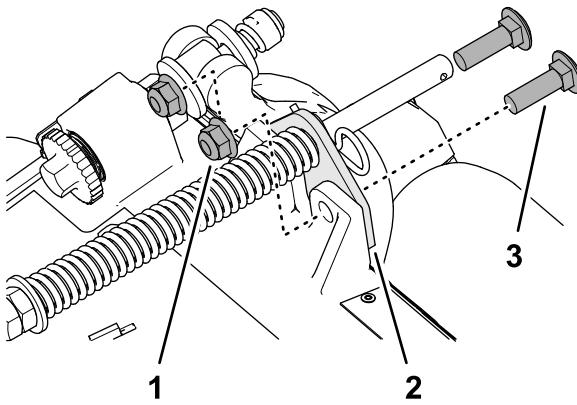

Рисунок 17
2. Удалите 2 фланцевые контргайки (3/8 дюйма) и 2 картыных болта (3/8 x 1¼ дюйма), которые крепят кронштейн компенсатора состояния грунта к раме режущего блока (Рисунок 17).